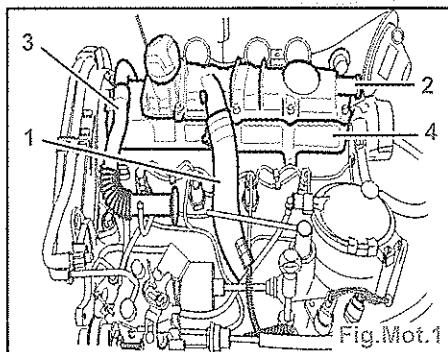

Fig.Mot.1
- Débrancher et écarter la durite (1) (Fig. Mot.1).